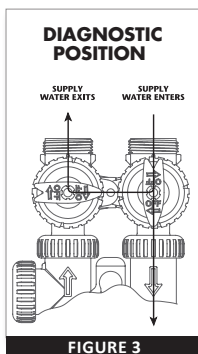

FIGURE 3
3. Diagnosestand: De inlaathendel wijst naar de regelklep en de uitlaathendel wijst naar het midden van de bypass-klep. Er kan onbehandeld water naar het systeem en het gebouw stromen, maar er kan geen water van het systeem naar het gebouw stromen (Fig. 3). Zo kan de servicetechnicus het apparaat testen en andere functies uitvoeren zonder dat de watertoevoer naar het gebouw afgesloten wordt.